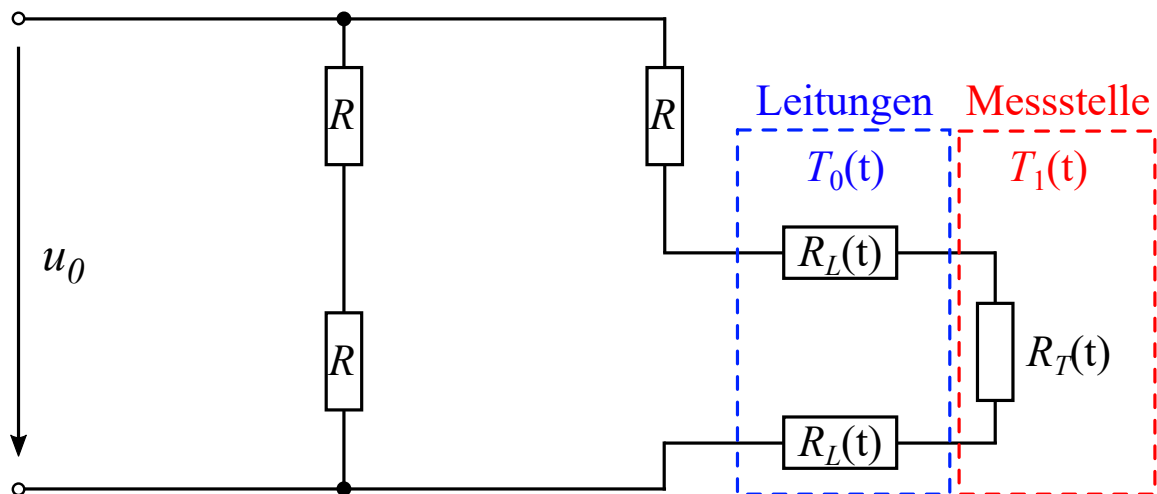

Abbildung 19: Bessere Messbrücke zur Temperaturmessung.
- (3 Punkte) Verändern/Erweitern Sie den Versuchsaufbau (mit idealem Voltmeter) so, dass die Abgleichsbedingung erfüllt ist, wenn $R_T(t) = R$ gilt. Zeichnen Sie die entsprechende Schaltung in die Abb. 19 auf der nächsten Seite und geben Sie $u_a(t)$ in Abhängigkeit von $T_1(t)$ an. Beschreiben Sie anhand der Formel den Einfluss der Umgebungstemperatur auf die Brückenspannung.